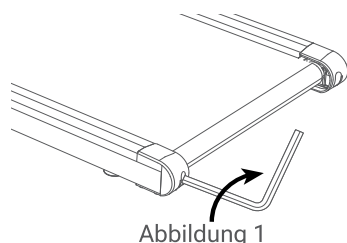

Abbildung 1
- Wenn das Laufband nach links verrutscht ist, drehen Sie die linke Schraube der Tragrolle mit dem Sechskantschlüssel um $\frac{1}{4}$ Umdrehungen im Uhrzeigersinn (siehe Abbildung 1).